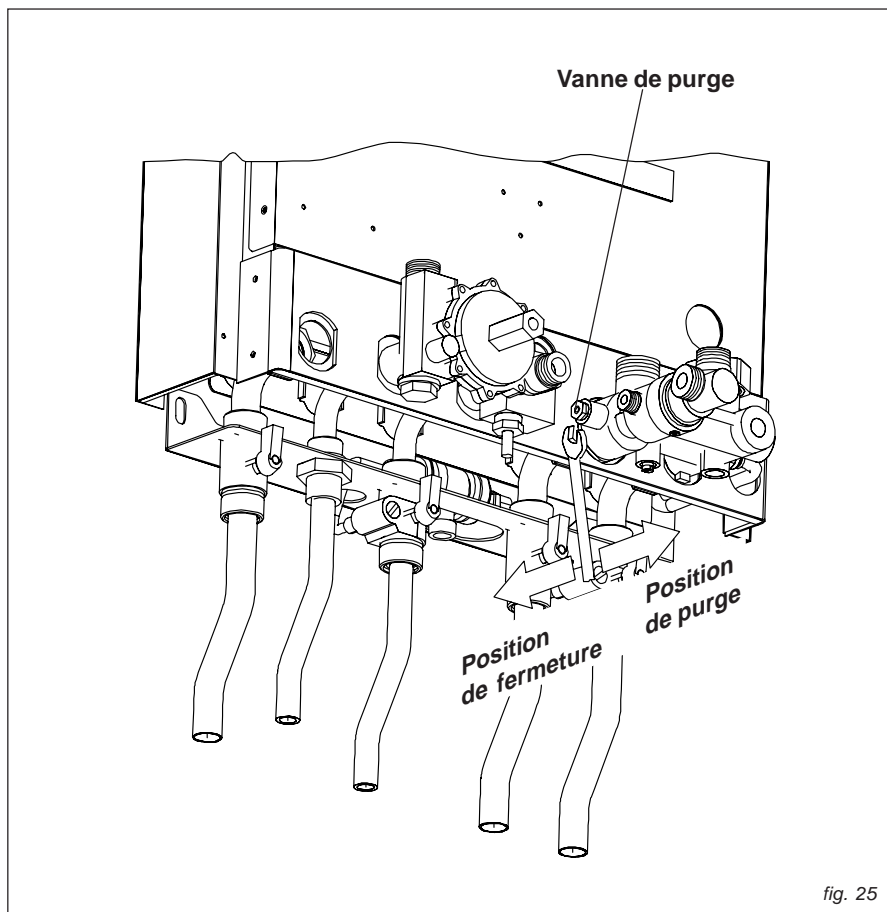

fig. 25
- fermer les robinets de remplissage et laisser à nouveau s'échapper l'air contenu dans la chaudière par sa propre vanne de purge prévue sur la vanne trois voies (fig. 25).